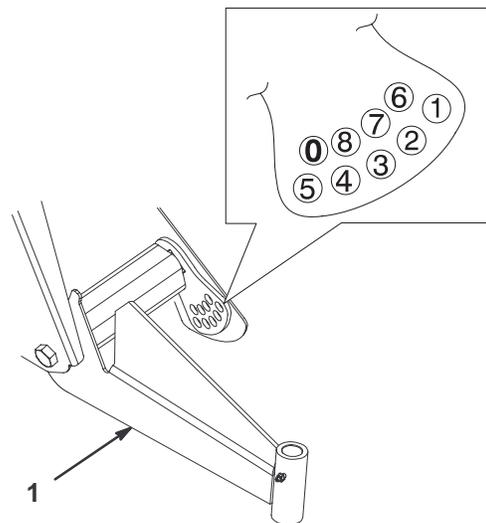

**Figure 32**
2. Enlevez le boulon limiteur de course (Fig. 32).
3. Desserrez les boulons de centrage dans le bras triangulé avant (Fig. 32).
4. Retirez le boulon de réglage de hauteur de caisse (Fig. 32).
5. Tournez le bras triangulé avant à la position voulue (voir la note ci-après), puis remettez en place le boulon de réglage de hauteur de caisse (Fig. 32).
7. Remettez le boulon limiteur de course (Fig. 32).